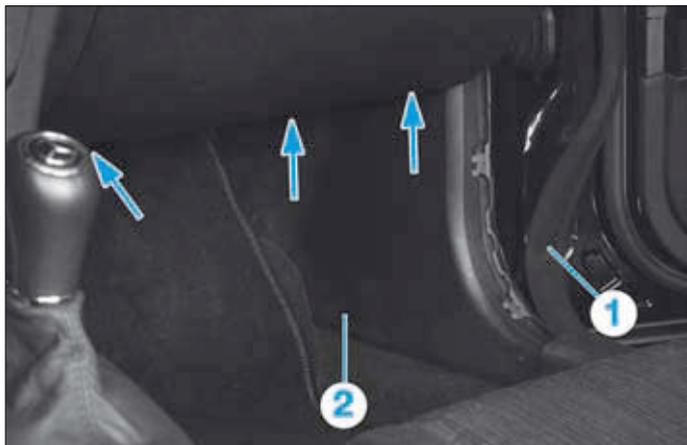

FIG. 7
- Déposer partiellement, au niveau de la garniture de pied avant, le joint d'entourage de porte avant (1) (Fig.7).
- la garniture de pied avant (2),